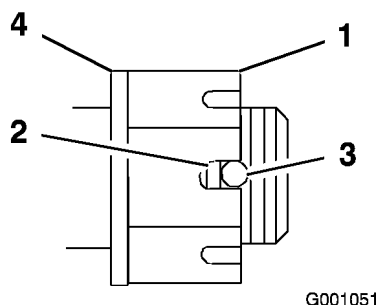

Figura 56
4. Apriete la tuerca almenada a 170 Nm (Figura 56).
5. Compruebe la distancia desde el fondo de la ranura de la tuerca hasta el borde interior del taladro. Debe haber dos hilos o menos de la rosca visibles (Figura 56).
7. Apriete la tuerca almenada a 170 Nm (Figura 56).
8. Apriete la tuerca hasta que el siguiente conjunto de ranuras esté alineado con el taladro del eje (Figura 56).